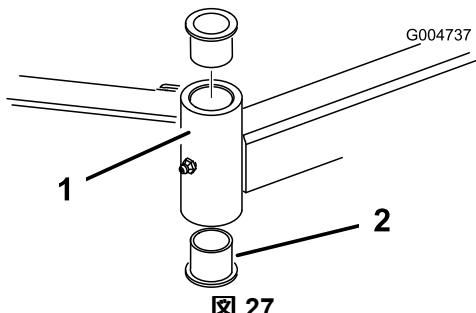

図 27
- ピンポンチを使って、チューブの上または下からブッシュをたたき出す図27。他のブッシュも、同様にしてチューブから取り外す。チューブの内部をきれいに清掃する。